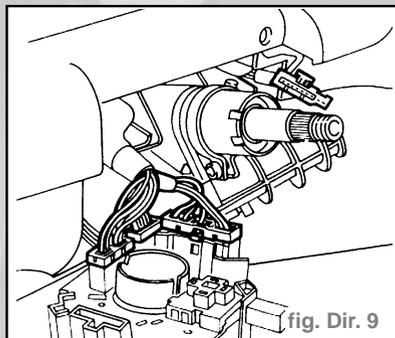

fig. Dir. 9
- Débrancher les connecteurs électriques du comodo et l'enlever (fig. Dir. 9).